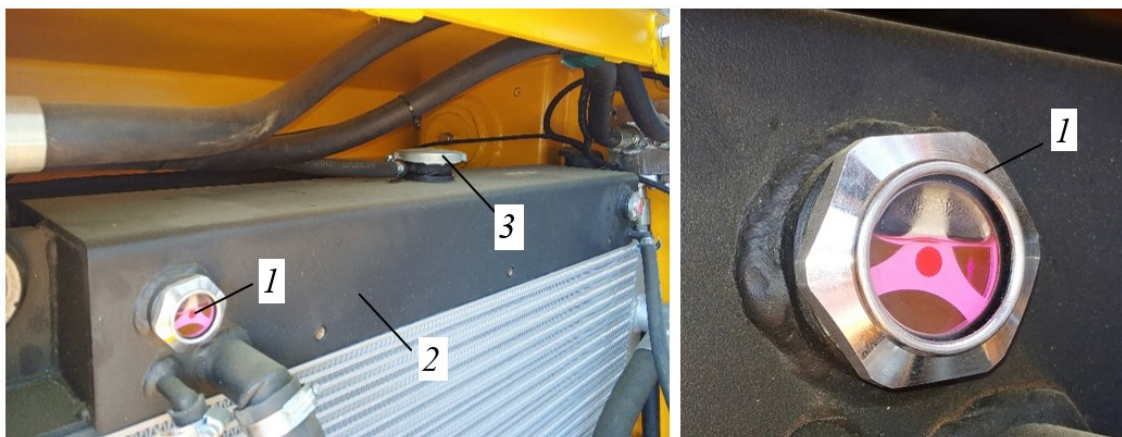

Рисунок 5.44. Расширительный бачок жидкостной системы охлаждения двигателя
- ▶ Через смотровое окно 1, рис. 5.44, проверить наличие и уровень охлаждающей жидкости.
Контроль уровня производить на холодном двигателе (температура охлаждающей жидкости сопоставима с температурой окружающей среды). Нормальным считается уровень, когда жидкость покрывает половину высоты смотрового окна 1 рис. 5.44.